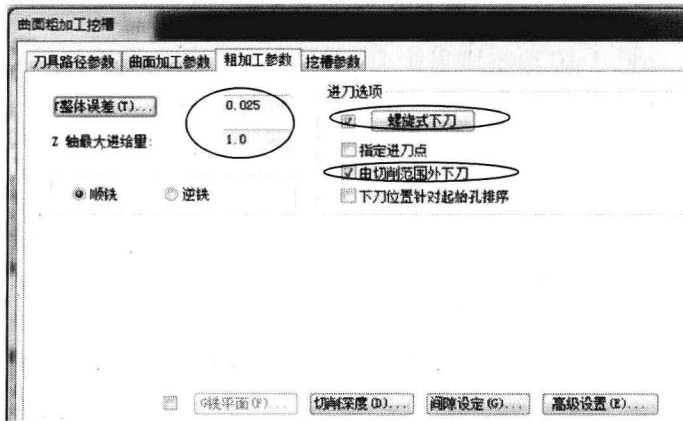
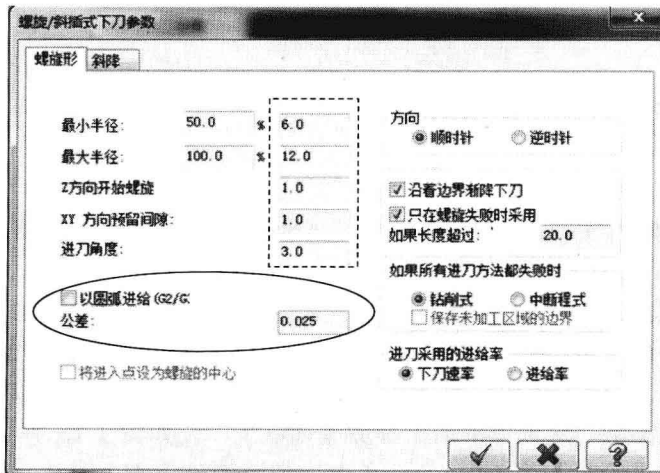
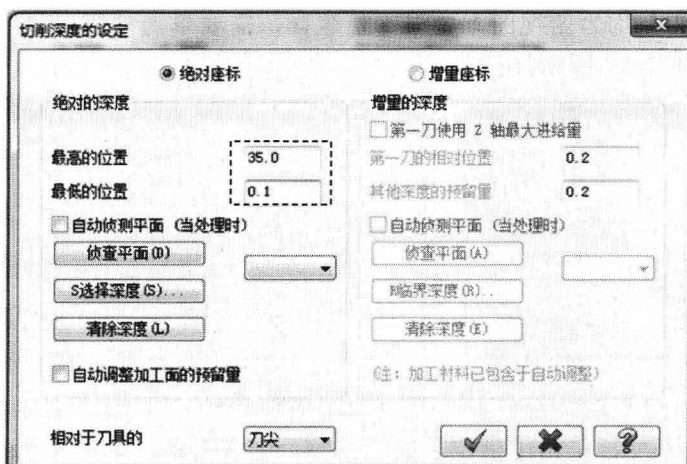

图 1-13 设置粗加工参数
图 1-14 设置螺旋/斜插式下刀参数
图 1-15 设置切削深度
(9) 设置粗加工参数。选取【粗加工参数】选项卡，按如图 1-13 所示设置【整体误差】为 0.025，【Z 轴最大进给量】为 1.0，勾选【由切削范围外下刀】复选项，这样可以保证每一层都在料外下刀。
(10) 设置螺旋下刀参数。在图 1-13 所示中，勾选【螺旋式下刀】复选项，单击【螺旋式下刀】按钮，系统弹出【螺旋/斜插式下刀参数】对话框，设置参数，如图 1-14 所示。
(1) 在图 1-14 所示中, 未勾选【以圆弧进给 G2/G3】选项, 含义是在后处理的 NC 程序中, 使螺旋线以一系列直线的方式来表示, 否则, 以 G02 X Y Z R 或 G03 X Y Z R 方式表示。但是有些旧机床可能不支持这种方式, 为了使 NC 程序更具有通用性, 本例未选此方式。在实际工作中可以根据机床性能灵活处理。
(2) 本例中的凹槽面积较小, 不能真正形成一个完整的螺旋线, 将按照右侧的选项【沿着边界逐渐下刀】的方式进行斜线切削。这样设置可以防止直接踩刀现象的发生, 提高切削平稳性。
(11) 设置切削深度参数。在图 1-13 所示中, 单击【切削深度】按钮, 系统弹出【切削深度的设定】对话框, 设置【最高的位置】为 35.0, 【最低的位置】为 0.1, 单击【确定】按钮 , 如图 1-15 所示。